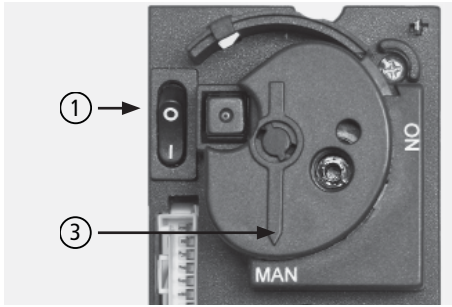

Abb. 4.19 Stellknopf
- ⑪ Zum Ausschalten des CARISMO SOLO den Hauptschalter der Steuer- und Reglereinheit ausschalten, Stellung „0“ (siehe „Abb. 4.19 Stellknopf“ auf Seite 26).